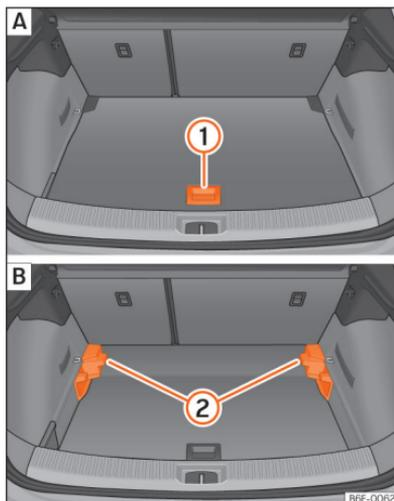

Fig. 144 Piso variável da bagageira: **A** posição alta; **B** posição baixa.
- Para passar da posição baixa para a alta, levante o piso pela pega »» Fig. 144 ①, puxe-o para trás até que a parte dianteira do piso baixe totalmente os suportes ②.
- Desloque o piso sobre estes para a frente até que chegue ao limite no encosto dos bancos traseiros e, de seguida, baixe o piso com a peça ①.
- Para passar da posição alta para a baixa, levante o piso pela pega »» Fig. 144 ①, puxe-o para trás até que a parte dianteira do piso baixe totalmente os suportes ②.
- Deixe cair a parte anterior contra o piso e empurre o piso para a frente até que atinja o limite no encosto dos bancos traseiros, baixando ao mesmo tempo o piso com a pega ①.
- Com o piso variável na posição alta, levante pela pega »» Fig. 144 ①, puxe-o e empurre para o encosto dos bancos traseiros até que o piso dobre pela linha da dobradiça e a parte móvel do piso assente sobre o mesmo.